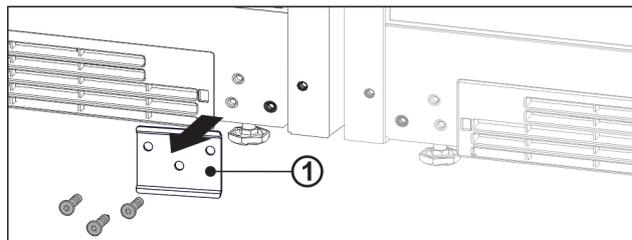

Fig. 13
- ▶ Si la chapa Fig. 13 (1) está instalada, se debe desatornillar.